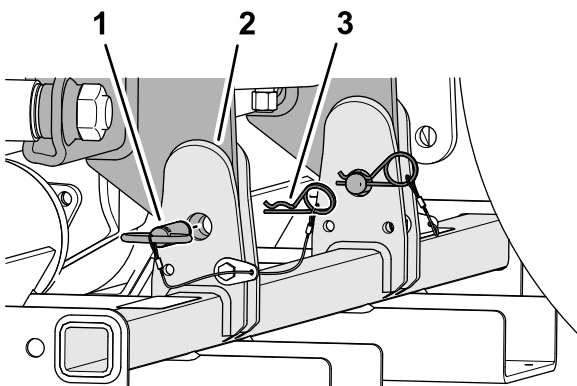

Figura 46
3. Fixe o suporte de armazenamento à máquina com os dois pinos do suporte de armazenamento e os dois contrapinos (**Figura 46**).